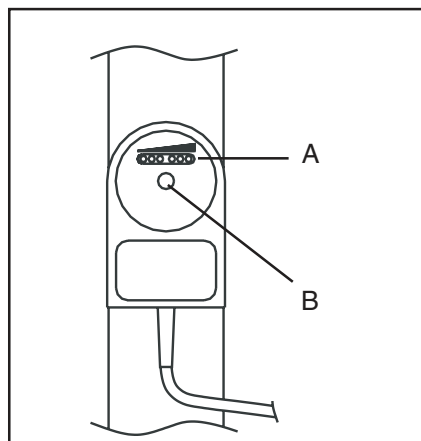

Fig. 15
OBS: Kontroller, at flowafbryderen sidder korrekt, se fig. 15.
4. Skru nylonskruen 'B' af (fig. 15).
5. Kontroller, at flowafbryderen vender rigtig (se fig. 15).